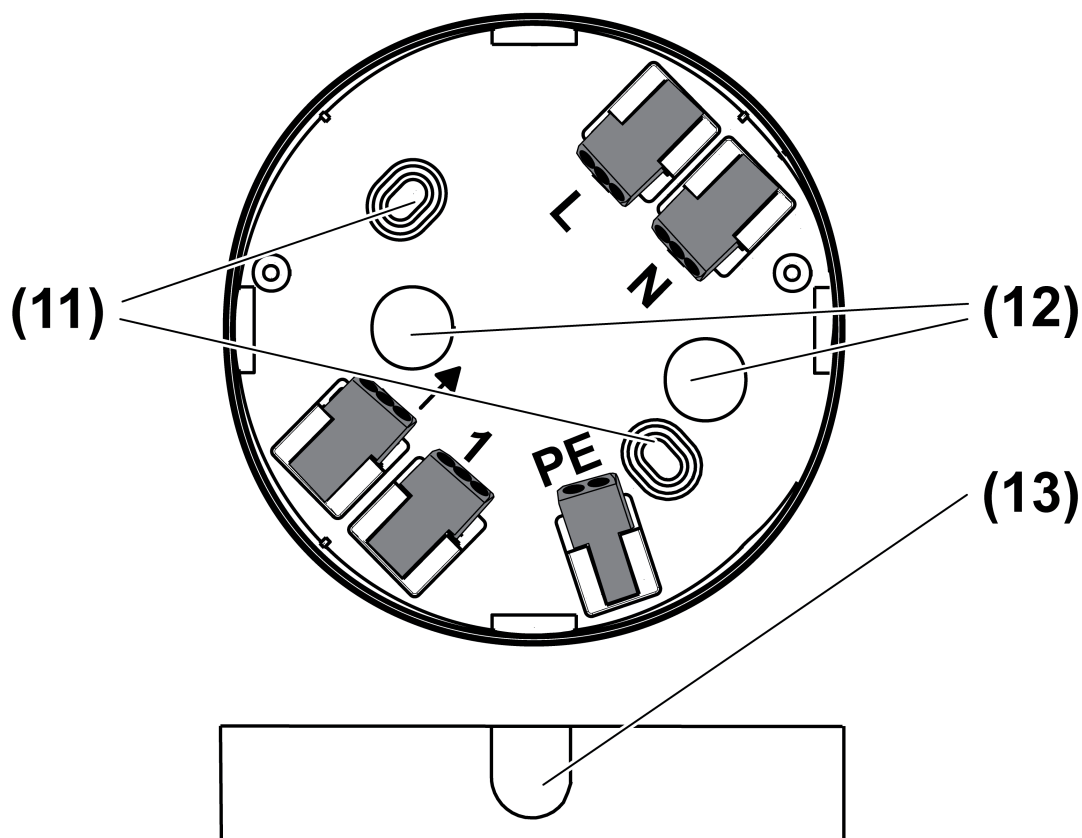

Рисунок 8: Клеммная коробка
(11) Отверстия под крепеж
(12) Кабельный ввод, под штукатуркой
(13) Тонкие участки для дополнительных кабельных вводов
- Сделайте пролом на тонком участке стены (13) для дополнительного кабельного ввода под штукатуркой или на штукатурке (рисунок 8).
- Закрепите клеммную коробку (1) с помощью отверстий (11) (рисунок 8).